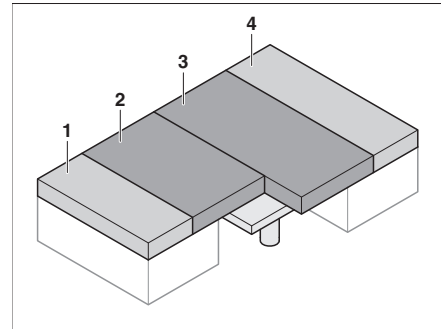

Fig. 80 Después de la transformación
- Tirar del cojín del asiento (Fig. 80,2 y 3) hacia el centro.
- Colocar los cojines del respaldo (Fig. 80,1 y 4) entre los cojines del asiento (Fig. 80,2 y 3) y la pared exterior.